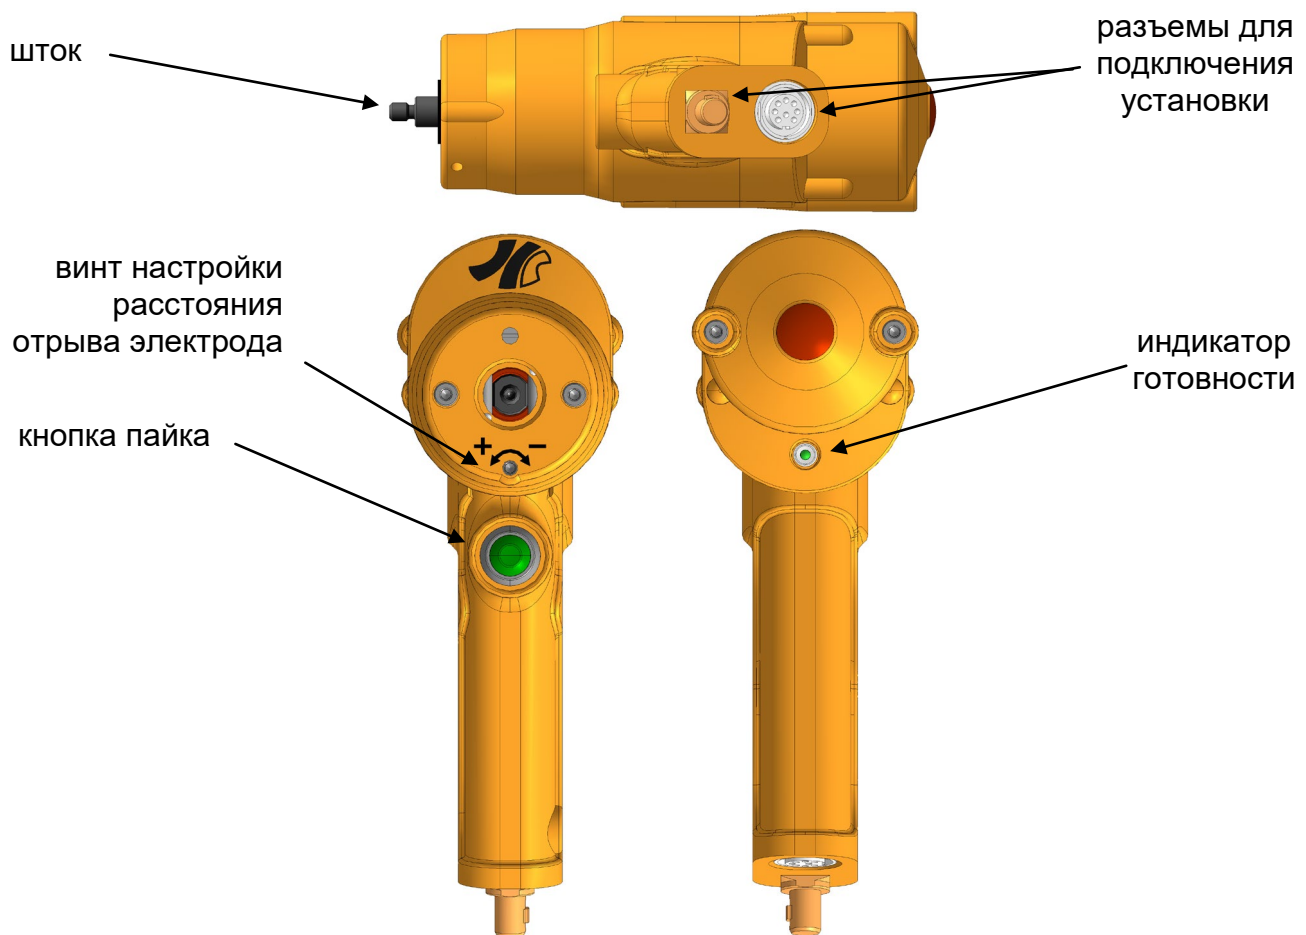

Рисунок 3 – Держатель электродов
2.7.8 При необходимости отрегулировать расстояние отрыва винтом настройки (рисунок 3) на держателе электродов.